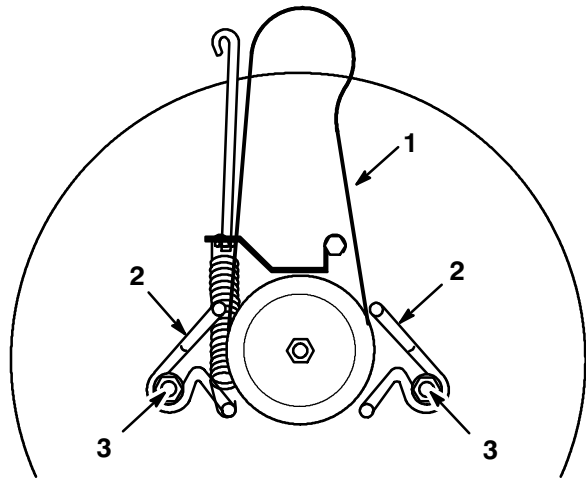

Figure 45
2. Desserrez les boulons de montage des guide-courroie et écarter ceux-ci de la poulie (Fig. 45).
1. Installez la courroie de rechange sur la poulie et dans les guide-courroie (Fig. 45).
2. Réglez les guide-courroie pour qu'ils se trouvent à 3 mm de la poulie. Serrez les boulons de montage (Fig. 45).